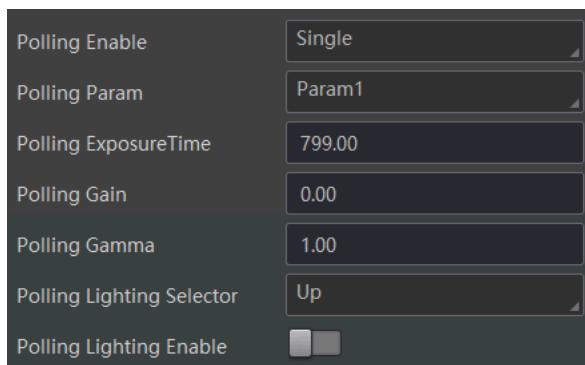

图4-12 单组参数模式
3. 通过 Polling Enable 参数下拉选择 Single 模式，可对相关参数进行设置，如图 4-12 所示。
6. 通过 Polling Lighting Selector 参数选择光源通路，可选 Up、Down、Left、Right、ALL，如图 4-12 所示。再开启 Polling Lighting Enable 参数光源即可常亮。